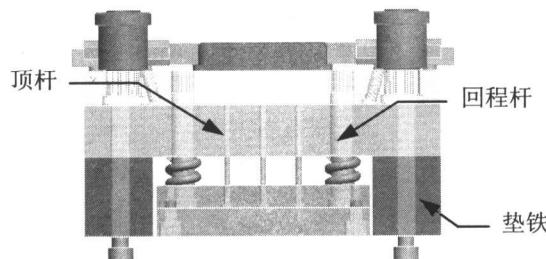

图 1-7 顶出机构
- 塑料冷却后会收缩包紧在凸模上，因此在凸模一侧还应装有带顶杆的顶出机构，可以在凸模一侧支撑板下面安装两块垫铁，以形成用于顶出机构运动的空间，便于开模后将塑件顶出模具外。为了在合模时顶料杆能返回原位，需要设置回程杆，如图 1-7 所示。